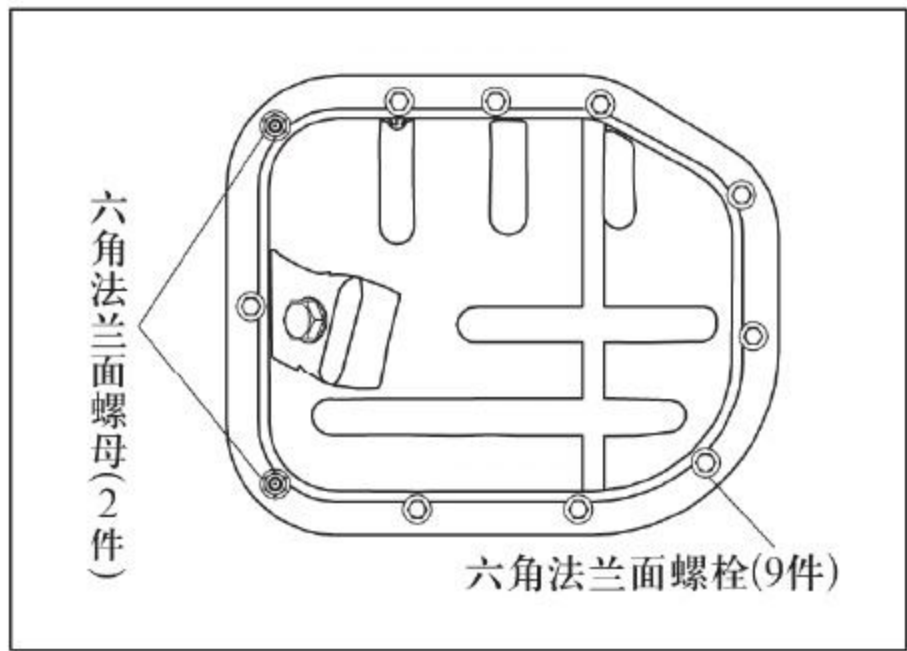

图10-3-3 拆卸油底壳总成
- (1) 拆卸9个螺栓和2个螺母，如图10-3-3所示。
- (2) 取下油底壳组件。